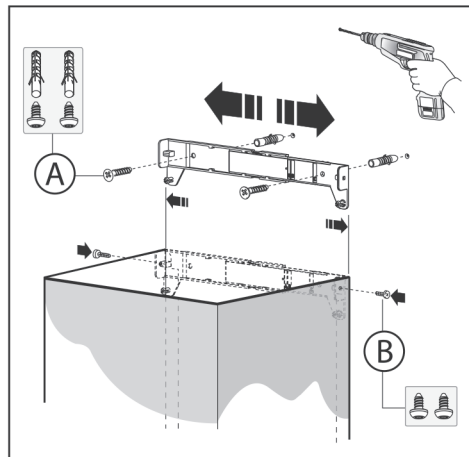
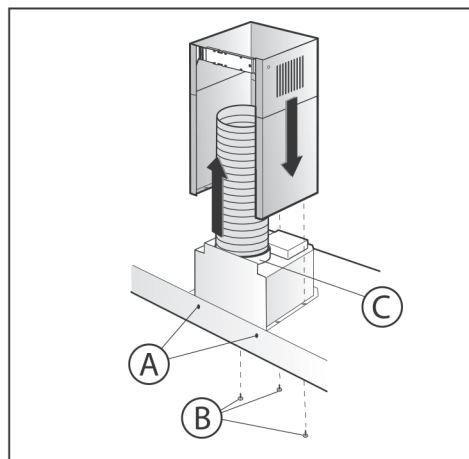

Рис. 3
Рис. 5
Перед тем как приступить к сборке устройства, для облегчения его монтажа отсоедините фильтр/жироулавливающий фильтр (рис. 5).
3. Закрепите окончательно вытяжку двумя винтами **A** (рис. 5).
3. Отрегулируйте ширину поддерживающего кронштейна верхнего сборочного элемента (рис. 3).
4. Прикрепите его к потолку винтами **A** так, чтобы обеспечить его соосность с Вашей вытяжкой (рис. 3), соблюдая расстояние от потолка, указанное на рис. 2.
5. Соедините фланец **C** с отверстием для отвода воздуха посредством соединительной трубы (рис. 5).
7. Прикрепите нижний сборочный элемент к вытяжке, используя винты **В** (входят в комплект поставки) (рис. 5). Сместите верхний сборочный элемент до кронштейна и прикрепите его винтами **В** (рис. 3).